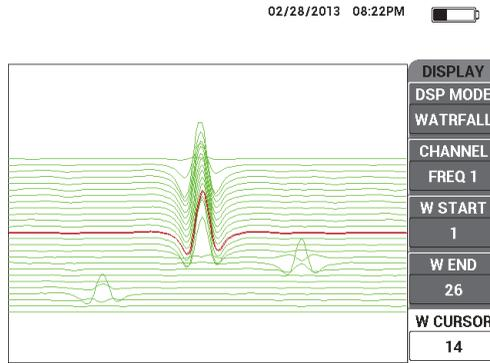

Figura 5-69 Cursor de cascada
15. Si la visualización de cascada es correcta, ajuste el parámetro **W CURSOR** (cursor de cascada) [tecla de función E] para calcular la ubicación de los límites entre dos revestimientos críticos; después, ajuste el cursor de cascada (**W CURSOR**) mientras continúa el desplazamiento completo de escaneo. Vea la Figura 5-69 en la página 195.